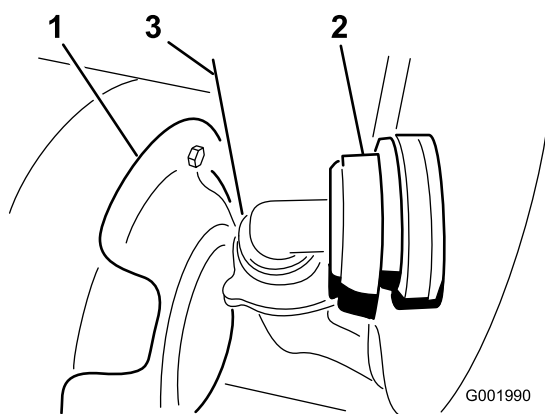

Figure 53
3. Débranchez le flexible situé sur la face avant inférieure de la cuve (Figure 53).
Remarque: Il faudra éventuellement pousser le déflecteur de chaleur (Figure 53) en arrière pour déposer le couvercle.
- Branchez le flexible à l'avant de la cuve (Figure 53).